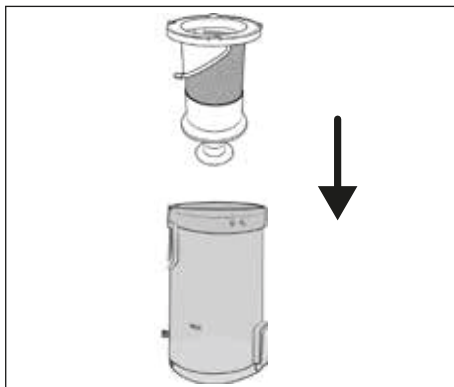

Fig. 21
- 6) Inserire il filtro in acciaio inox **6** nel contenitore della polvere **7** e premerlo completamente verso il basso (vedere fig. 21). Tenere conto dei due fermi di grandezza diversa presenti sul filtro in acciaio inox **6**. Grazie a questi fermi il filtro in acciaio inox **6** può essere inserito nel contenitore della polvere **7** solamente in una posizione.